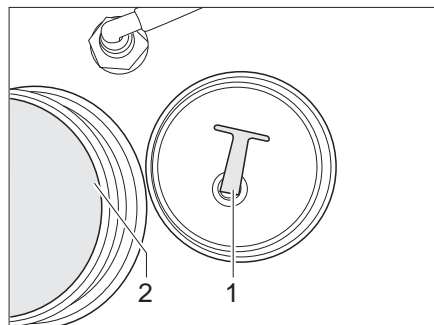

Fig. 240 Tappo di chiusura
- Svitare il tappo di chiusura (Fig. 240,1) dall'apertura di scarico (Fig. 240,2).